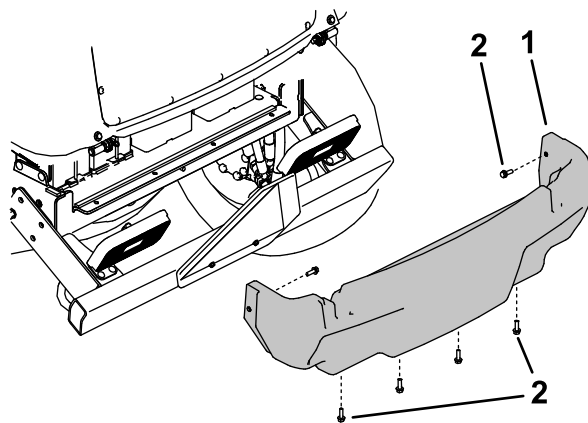

Figure 81
5. Retirez les 6 vis à embase qui fixent le carénage au cadre et déposez le carénage arrière (Figure 81).
4. Reposez le carénage arrière (Figure 81).